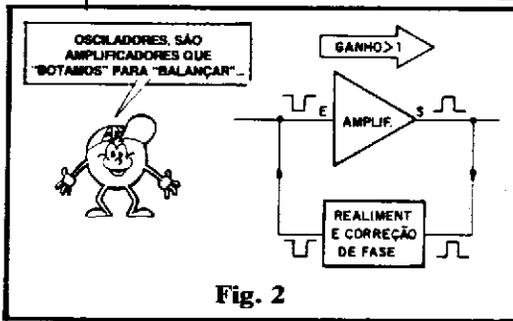

Fig. 2
- FIG. 2 - Um OSCILADOR nada mais é do que um AMPLIFICADOR ao qual acrescentamos um "caminho" entre sua Saída e sua própria Entrada, de modo que o dito bloco circuitual se REALIMENTE, ou seja: "pegamos" parte do sinal já amplificado, presente na Saída e o reaplicamos à Entrada do sistema! Sé, ao mesmo tempo, promovermos uma CORREÇÃO na fase (lembram-se de